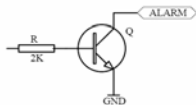

Figura 2
2. Uscita allarme (v. Figura 2)